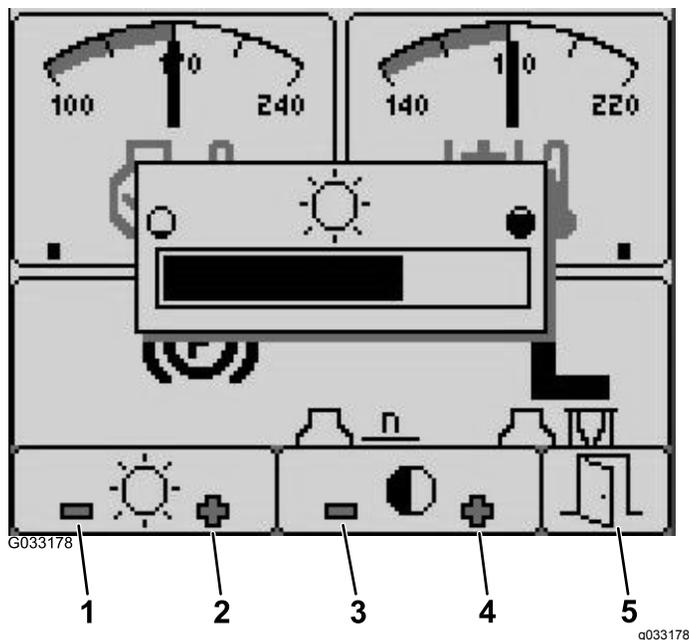

Рисунок 27
1. На стартовом экране нажмите кнопку 5, чтобы получить доступ к всплывающей полосе меню регулировки яркости и контрастности (Рисунок 27).
2. Нажмите кнопку 1 для уменьшения яркости, кнопку 2 для увеличения яркости, кнопку 3 для уменьшения контрастности и кнопку 4 для увеличения контрастности (Рисунок 27).
3. После настройки яркости и контрастности нажмите кнопку 5 для выхода (Рисунок 27).